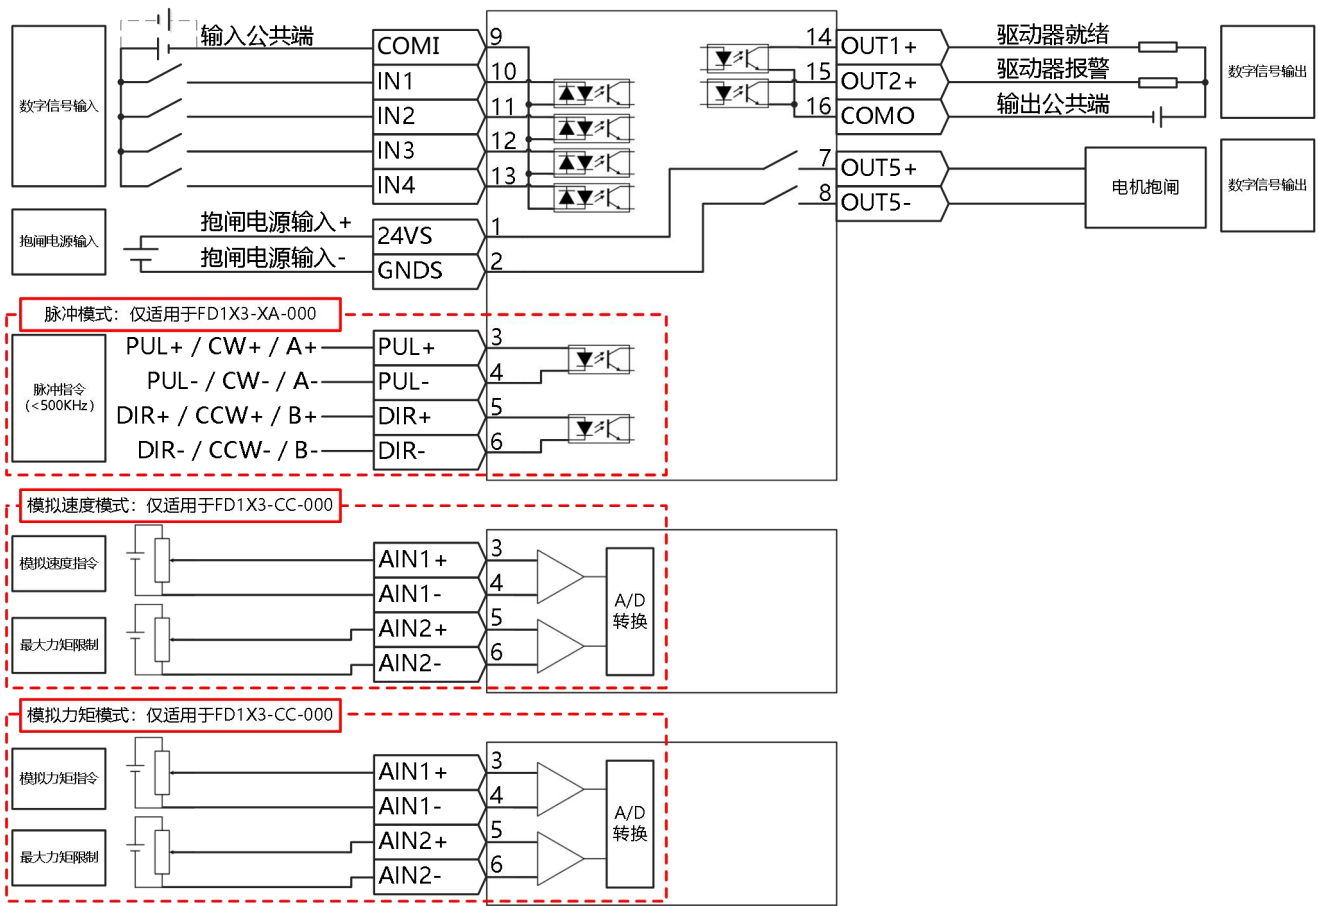
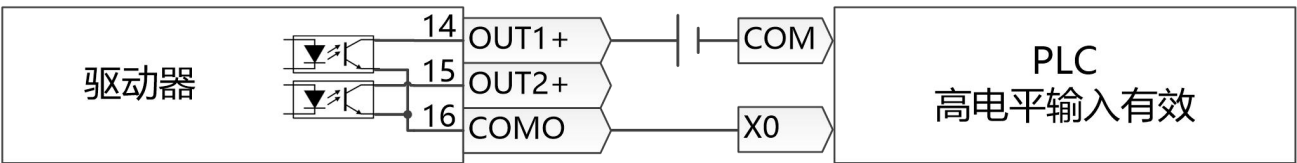

图 3-10 FD123/FD133 驱动器控制接线图
图 3-11 PNP 输入接线方式
- 对于数字信号输出，图 3-10 只显示 NPN 接线，如图 3-11 所示为 PNP 接线。